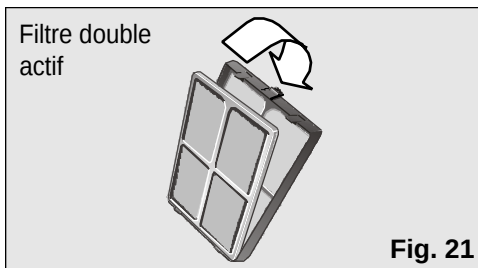

Fig. 21
Ces modèles comportent, en plus, un double filtre actif situé à l'intérieur du filtre de base, Fig. 21.
- ☐ Changez le double filtre actif, dans le filtre de base, tel que cela est indiqué sur la **Fig. 21**.